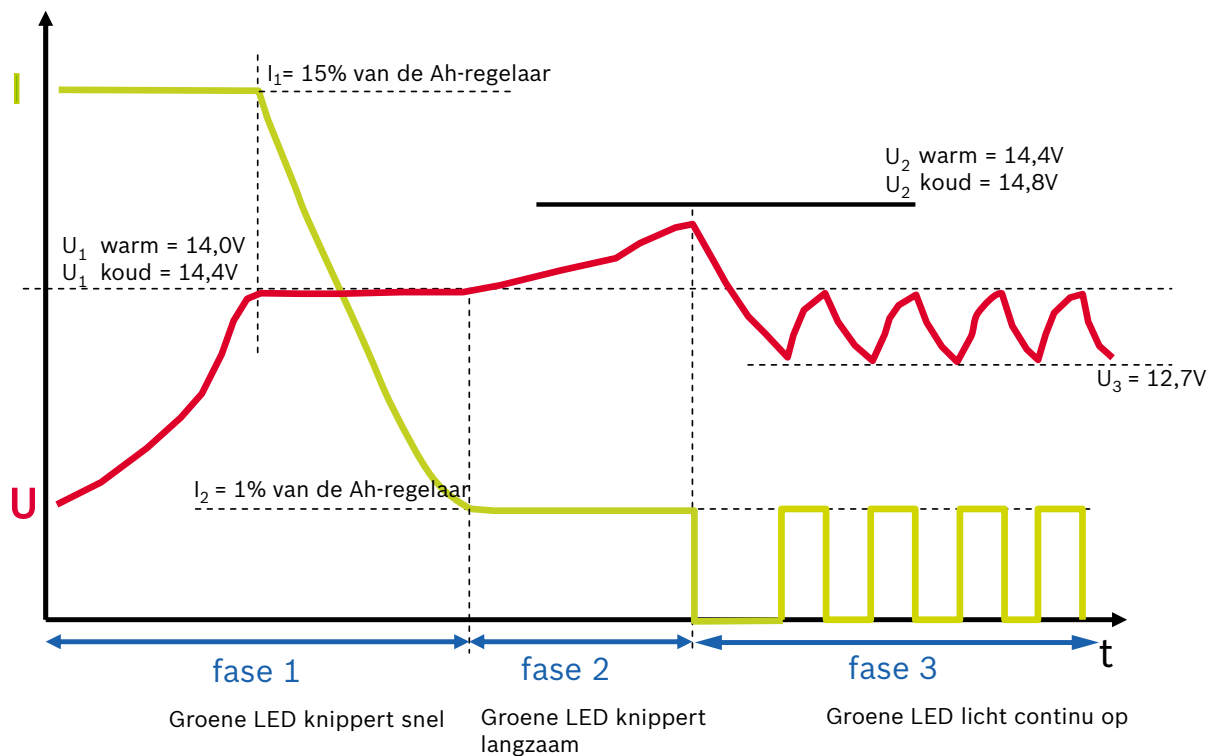

Fig. 2: Laadkarakteristiek BAT 415
In afbeelding 2 wordt de laadkarakteristiek van de BAT 415 weergegeven.
- ⇒ Laadstroom op het display controleren (Fig. 2, fase 1).